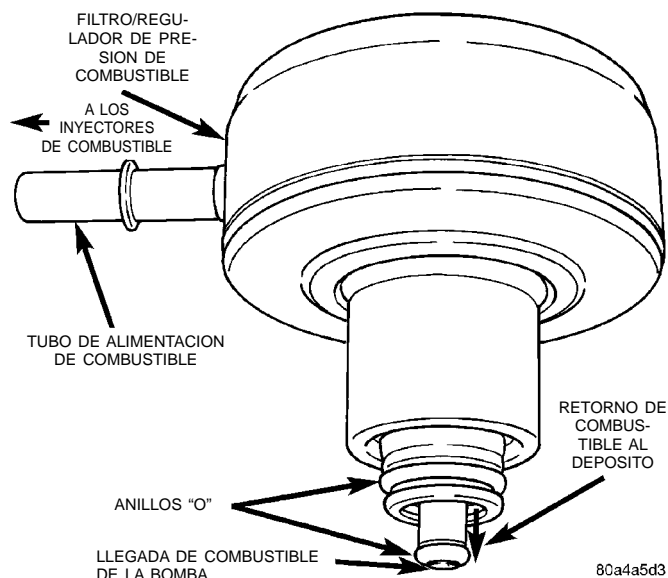

Fig. 24 Anillos "O" del filtro/regulador de presión de combustible
- (6) Antes de desechar el conjunto del filtro/regulador, inspeccione el conjunto para verificar que los anillos "O" (Fig. 24) estén intactos. Si no puede encontrarse el más pequeño de los dos anillos "O" en la parte inferior del filtro/regulador, puede ser necesario retirarlo del conducto de entrada de combustible del módulo de la bomba de combustible.